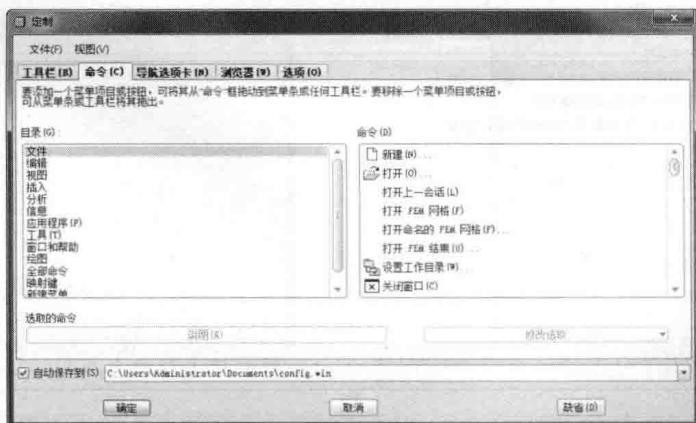

图 1-7 【定制】对话框
- ③ 在【缺省操作】选项组中启用【保持信息基准】【使用 2D 草绘器】复选框。在【显示样式】下拉列表中选择【着色】选项，选择【标准方向】下拉列表中的【斜轴测】选项，选择【相切边】下拉列表中的【实线】选项，单击【确定】按钮，关闭【环境】对话框。
- ④ 选择【工具】|【定制屏幕】菜单命令，打开如图 1-7 所示的【定制】对话框。